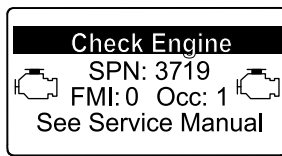

Bild 49
- Motorwarnung SPN 3719, FMI 0 (Bild 49)